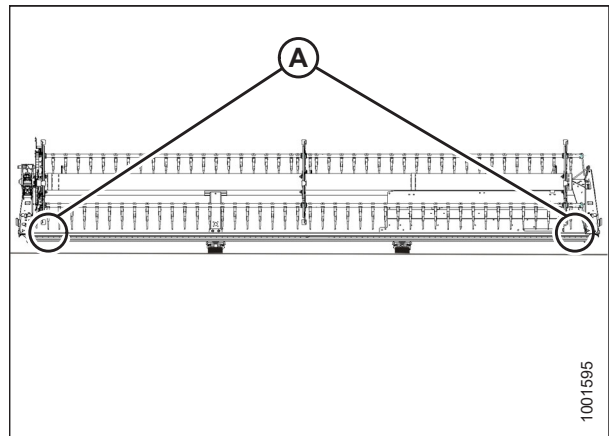

Рисунок 4.262: Точки вимірювання на жатці FlexDraper® — одинарне мотовило
- Жатки з одинарним мотовилом: Рисунок 4.262, стор. 440